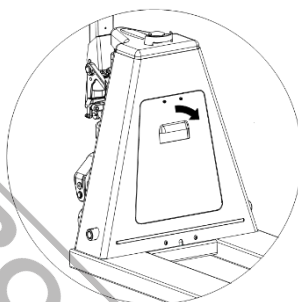

Fig. 15
2. Deschideți capacul din spate. (Fig. 15)